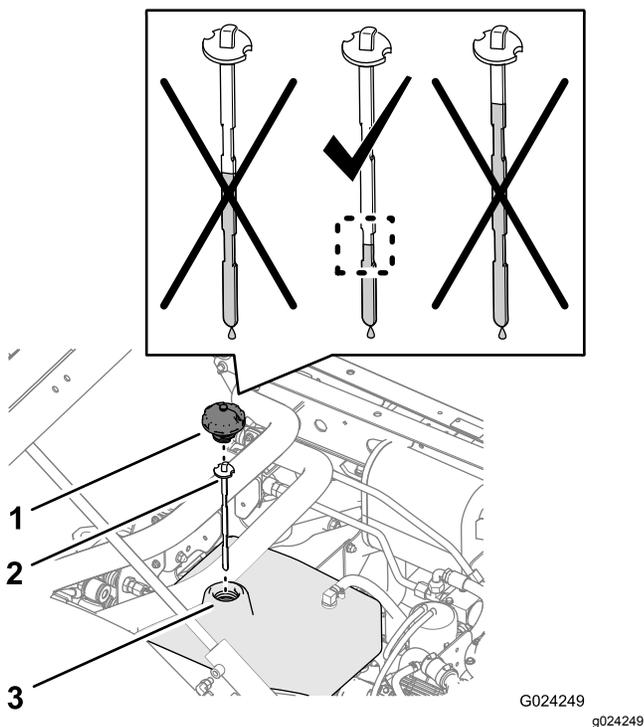
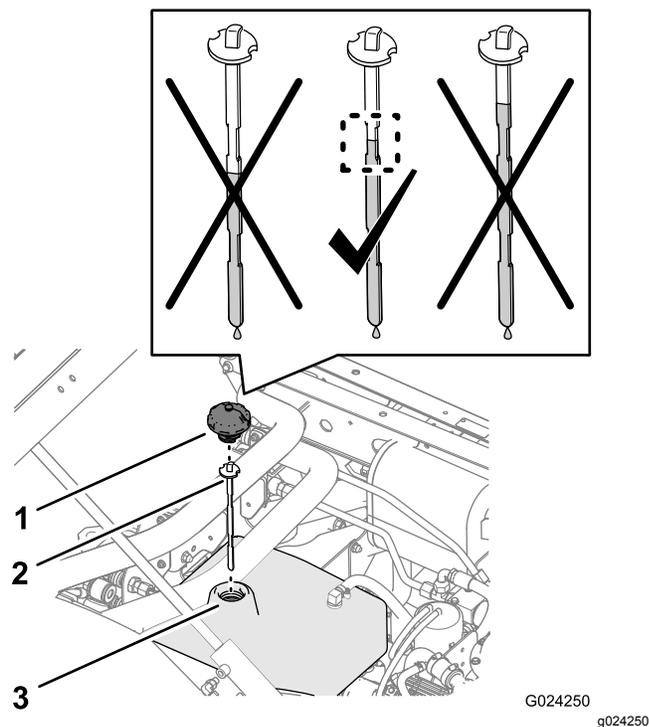

Рисунок 79
Рисунок 80
4. Очистите зону вокруг заливной горловины и крышки гидравлического бака (Рисунок 79 и Рисунок 80).
5. Снимите крышку и масломерный щуп с заливной горловины бака и начисто протрите щуп ветошью (Рисунок 79 и Рисунок 80).
6. Вставьте масломерный щуп в заливную горловину; затем извлеките его и проверьте уровень жидкости (Рисунок 79 и Рисунок 80).
7. Если уровень низкий, долейте гидравлическую жидкость указанного типа в бак, чтобы поднять уровень до середины зоны с насечками на щупе (Рисунок 79 и Рисунок 80).
8. Установите масломерный щуп и крышку на заливную горловину бака (Рисунок 79 и Рисунок 80).